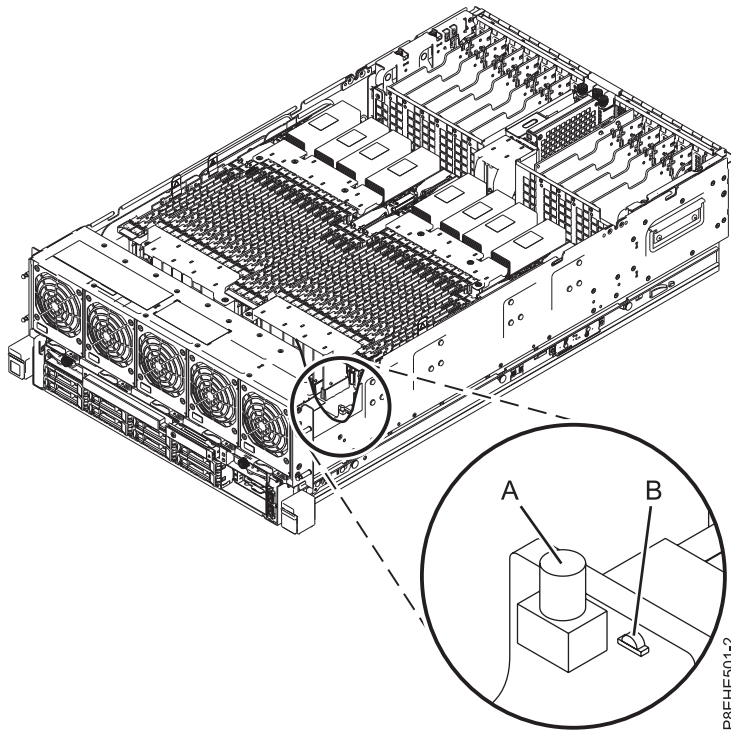

Figura 3. Activación del LED de identificación
2. Presione el pulsador (A), como se indica en la Figura 3, para activar el LED de identificación. Verifique que el LED (B) está encendido, lo que indica que hay alimentación suficiente para el LED de identificación. Si el LED (B) no está encendido, utilice el código de ubicación para buscar la ubicación física mediante la etiqueta de servicio.